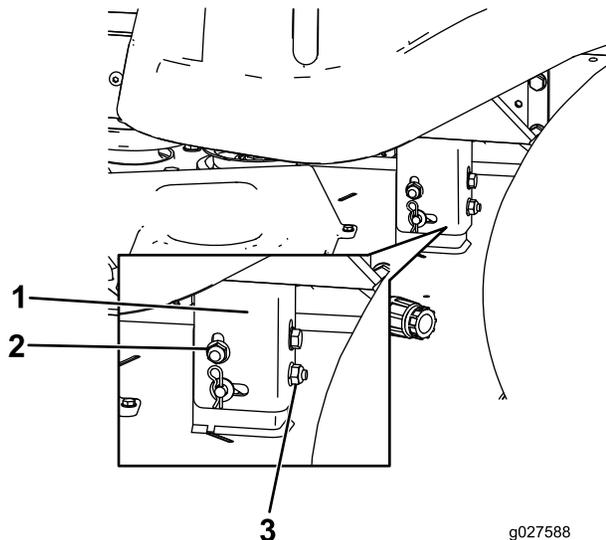

Figura 58
8. Alzate o abbassate il lato sinistro del piatto di taglio ruotando il dado posteriore (Figura 58).